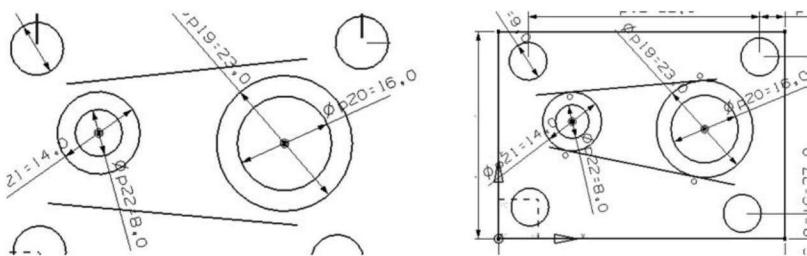

图 1.10 绘制切线
- (9) 单击“直线”按钮 ，选择默认坐标方式，绘制如图 1.10 所示两条直线。单击“约束”按钮 ，选择圆和直线，“约束”为相切 .